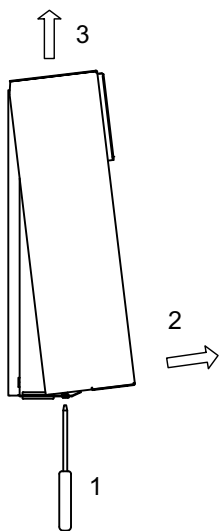

Abb. 3.2: Otworzyć pokrywę
- Otworzyć pokrywę regulatora (Rys. 3.2 na str. 4)